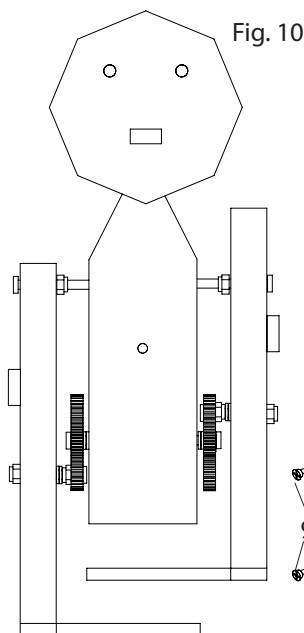

Fig. 10
Posicionar las piernas de tal manera que los tornillos de las ruedas dentadas grandes, que mueven las piernas, estén a 180° una de la otra (Fig. 10).
Atornillar el motor de engranaje (3) con ambas ruedas dentadas (14) en el cuerpo, desde delante, de tal forma que las ruedas dentadas pequeñas (14) queden perfectamente colocadas (los dientes deben encajar) en las ruedas dentadas grandes (15). Al atornillar asegurarse de que el motor de engranaje quede bien fijo, y que las piernas estén a 180° (Fig. 10).